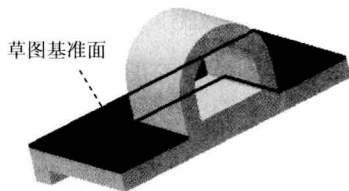

图 3.4.17 选取草图基准面
(1) 选取草图基准面。在“拉伸”对话框中单击**图**按钮，然后选取图 3.4.17 所示的模型表面作为草图基准面，单击**确定**按钮，进入草图环境。